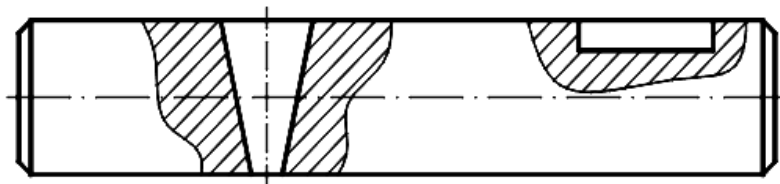

Fig 8.6.
- secțiune parțială, dacă numai o parte a obiectului este reprezentată cu secțiune, separată printr-o linie de ruptură (fig. 8.6).